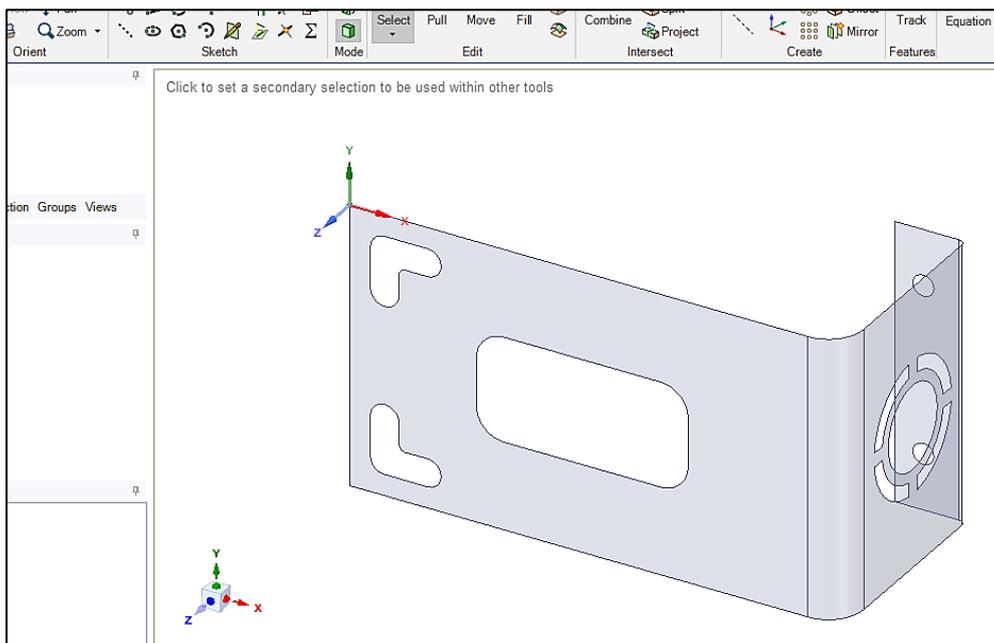

Рис. 14. Импорт геометрии
11.3. Для того чтобы найти созданную геометрию, переходим в папку с ней и выбираем отображение всех форматов – *All Files (*.*)*. Нажимаем на созданную геометрию с расширением «.x_t» и жмем кнопку *Открыть*. Импортированная геометрия показана на рис. 14.